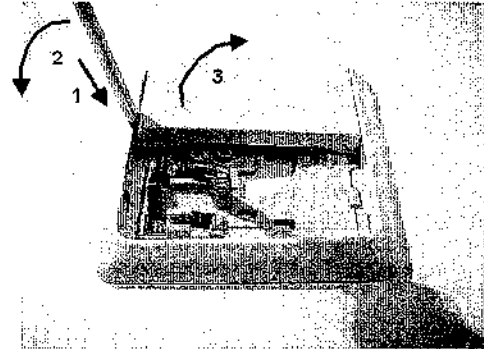

Bild 1
- Tasterwippe(n) mittels Schraubendreher abnehmen, wobei der Rahmen am Taster verbleiben kann (Bild 1)
- Wippe(n) lagerichtig einsetzen (siehe Bild 1)